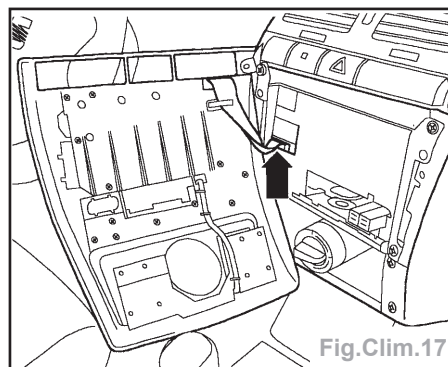

Fig.Clim.17
- Débloquer le connecteur et l'extraire, entre la face et la radio (flèches) (Fig.Clim.17).